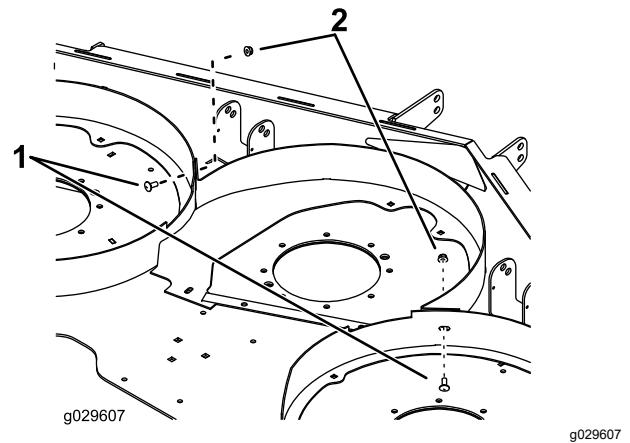

Figure 3
- Fixez légèrement les chambres droite et gauche à la chambre centrale à l'aide de 2 boulons de carrosserie (5/16 x 3/4 po) et 2 écrous (5/16 po), comme montré à la Figure 3.
- Fixez légèrement les 2 barrettes de support et le déflecteur sur les 2 angles arrière à l'aide de 8 boulons de carrosserie (5/16 x 7/8 po) et 8 écrous (5/16 po), comme montré à la Figure 3.